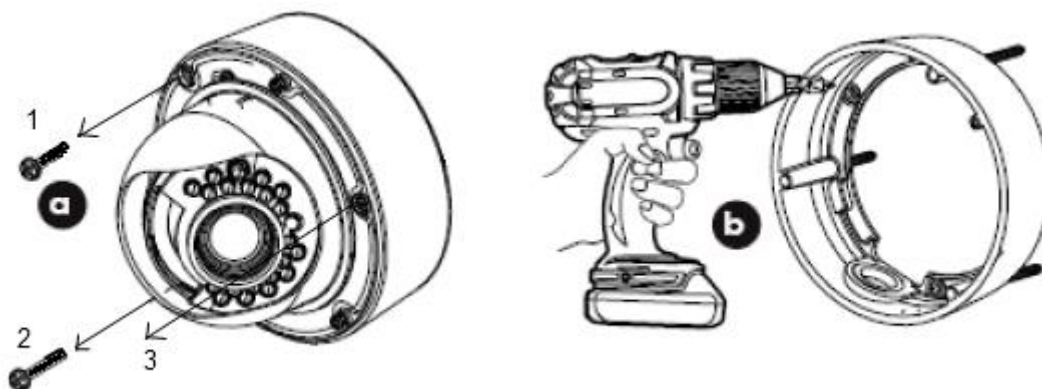

Рис. 3
- 2) Отсоедините базу камеры (вращайте против часовой стрелки), открутив запирающие винты (см. рис. 3 а). Прикрепите базу к месту установки КВ с помощью саморезов (см. рис. 3 б).